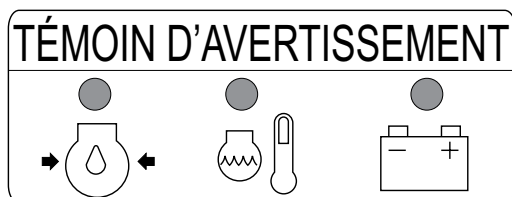

**Figure 80. Témoins d'avertissement du moteur**
2. En outre, les alarmes relatives à la charge de la batterie, à la pression d'huile et à la température de l'eau s'affichent sur l'écran d'avertissement du moteur (Figure 80).